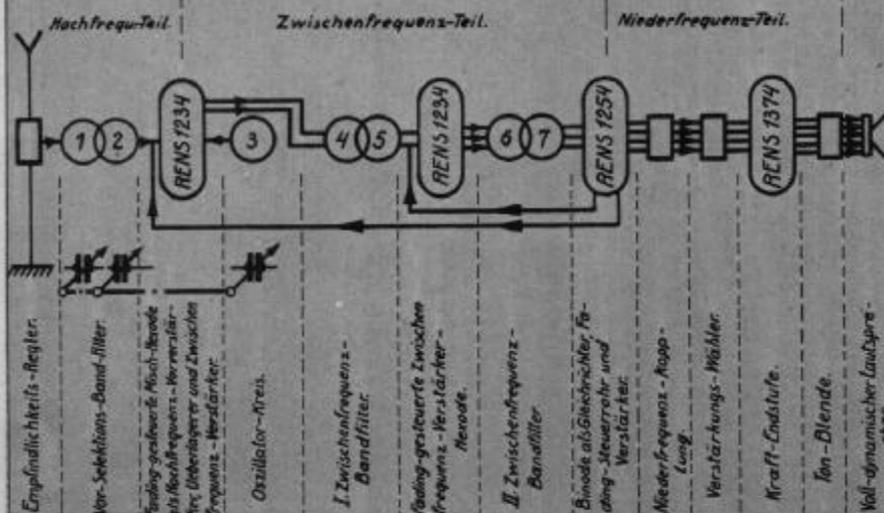

Abb. 226
- a) Dreiröhrensuper mit einem Bandfilter (Abb. 226 und 227),